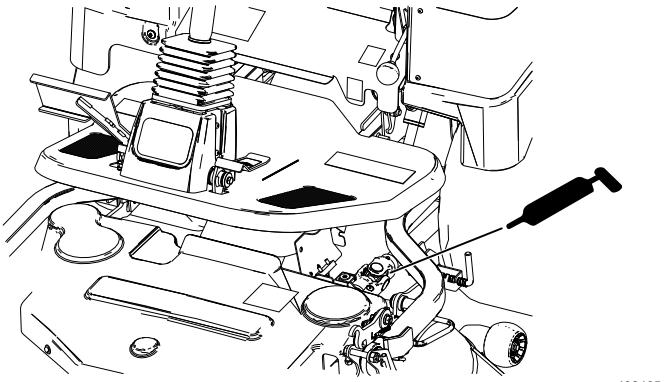

図 46
- 戻り込みデッキのギアボックス部の駆動シャフトの前側 U ジョイント図 46。